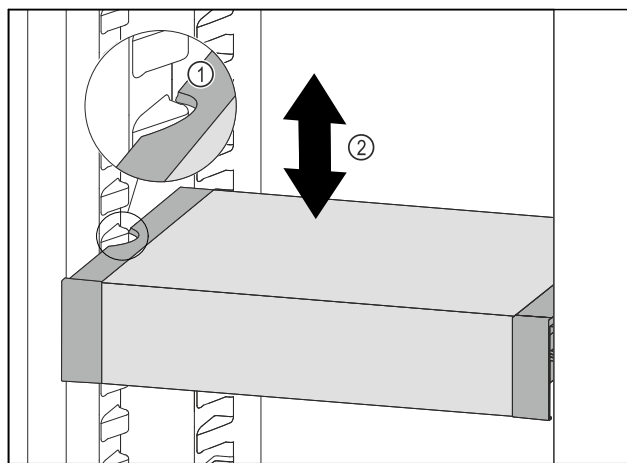

Fig. 102
- ▶ Táhněte VarioSafe dopředu, dokud nebudou boční vybrání VarioSafe na úrovni žebrování na nádoby v chladniče. Fig. 102 (1)
- ▶ Posouvejte VarioSafe v chladniče nahoru nebo dolů, dokud nedosáhnete požadované výšky. Fig. 102 (2)